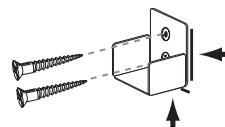

**FIG. 4.4**
8. Mettre la tablette à niveau (de l'avant vers l'arrière - Fig. 4.4)